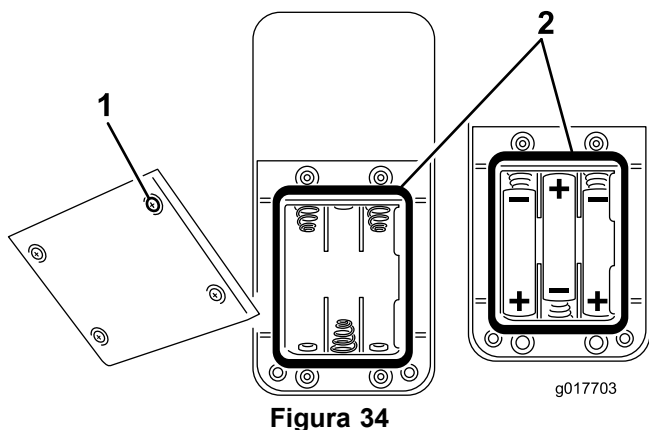

Figura 34
2. Se il vano batteria è vuoto, inserite tre batterie AAA nuove. Posizionate le batterie come illustrato nella Figura 34.
3. Per sostituire le batterie scariche, rimuovete le vecchie batterie e inserite tre batterie AAA nuove. Posizionate le batterie come illustrato nella Figura 34.